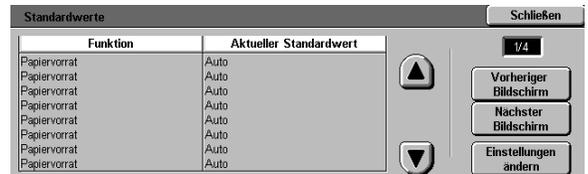

Abb. 14: Standardwerte
- 1 Im Bildschirm "Hilfsprogramme" **Standardwerte** betätigen. Der Bildschirm "Standardwerte" wird angezeigt (s. Abb. 14).